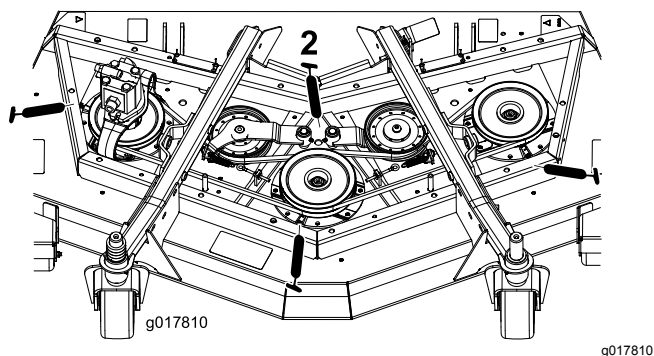

Figura 80
- 3 cuscinetti dell'asse del mandrino – situati sotto la puleggia (Figura 80)
- 2 boccole orientabili del braccio di rinvio (Figura 80)